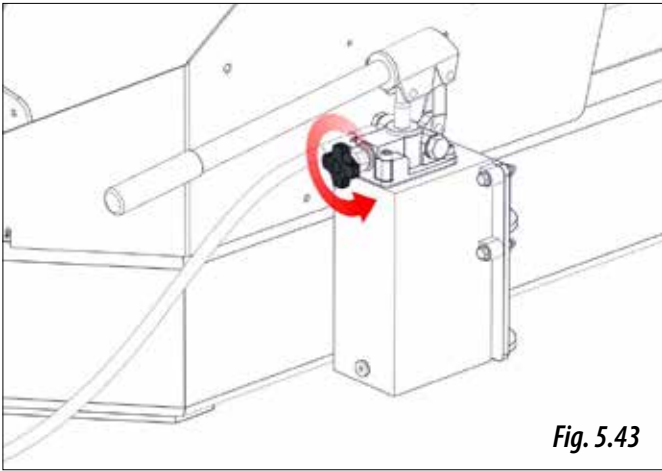

Fig. 5.43
- 1- Ouvrir le robinet de la pompe à main (figure 5.43) pour remonter la partie télescopique du pied, puis refermer le robinet.